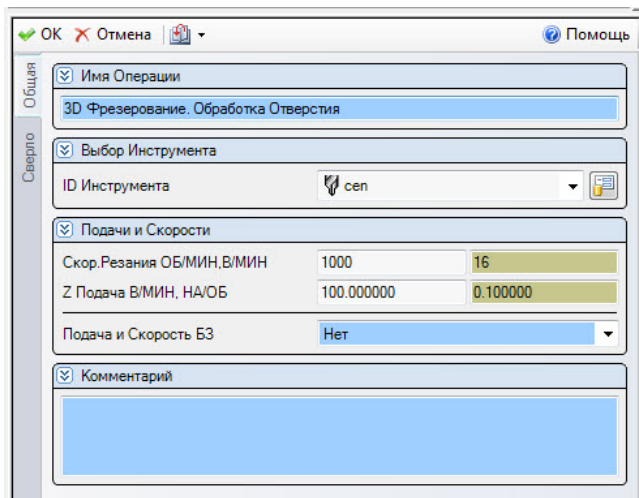

Рис. 14.27. Выбор инструмента и режимов обработки
- далее установите параметры обработки в оставшихся вкладках операции, как показано на рис. 14.27 и 14.28, и нажмите **ОК** в верхней части окна. Обратите внимание, что **Общая глубина** равна 1 мм.